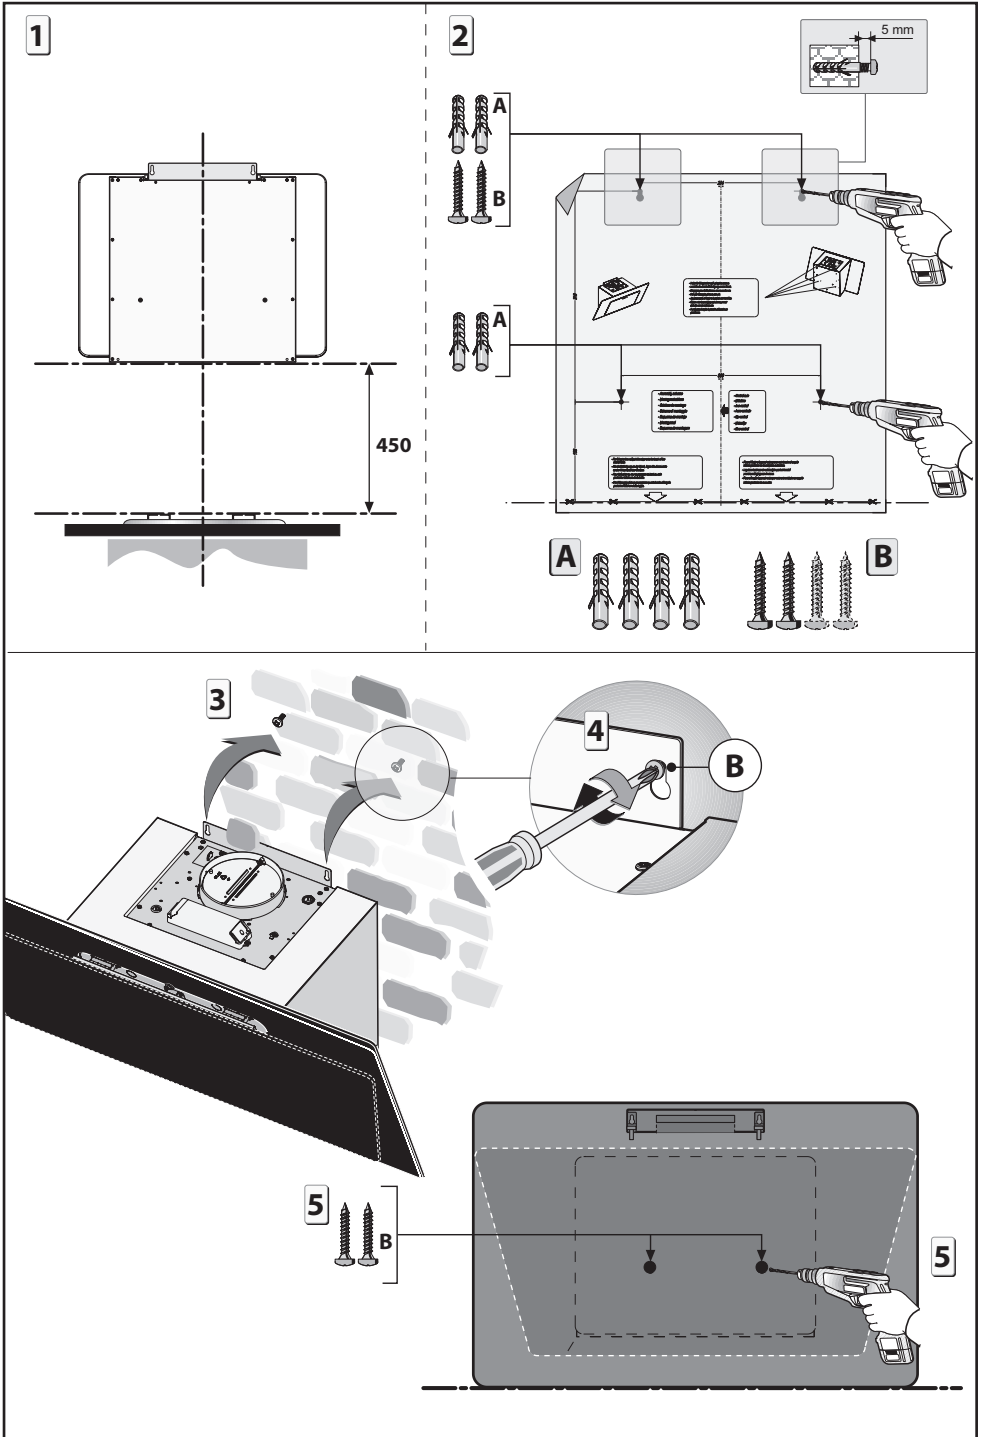

Fig.3
• Fastøring til væggen (Fig.3):